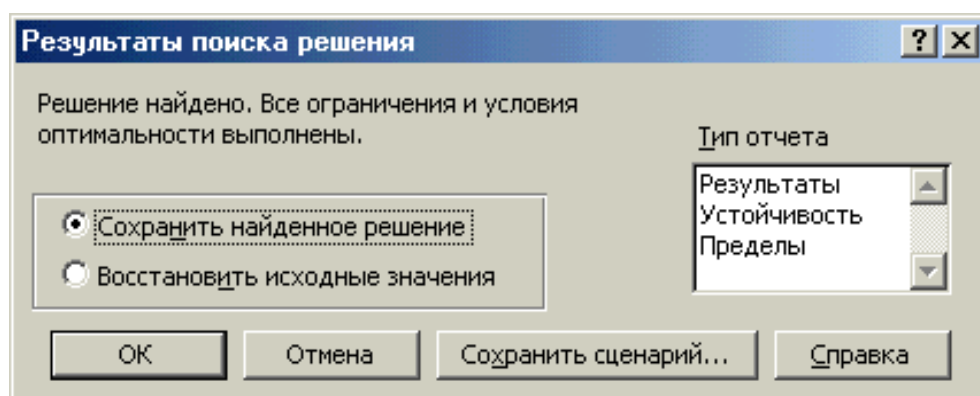

Рис. 3. Окно результатов решения
3) Для запуска режима **Поиск решения** щелкнуть по кнопке **Выполнить**. Появится окно **Результаты поиска решения** (рис. 3). Щелкнуть по кнопке **ОК**. В результате улучшения плана